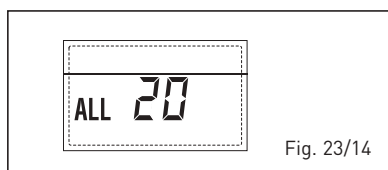

Fig. 23/14
– **ANOMALÍA AVERÍA SONDA IMPULSIÓN PRIMERA ZONA MEZCLADA “ALL 21” (fig. 23/15)**